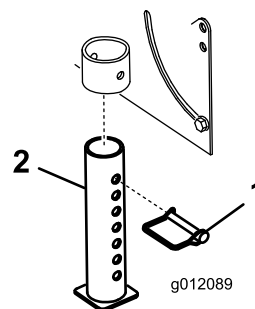

Figura 5
1. Retire el pasador de seguridad que fija el soporte al tubo en el bastidor del soplador (Figura 5).
2. Baje el soporte, instale el pasador a través del juego superior de agujeros en el soporte y el tubo (Figura 5), fije el pasador.